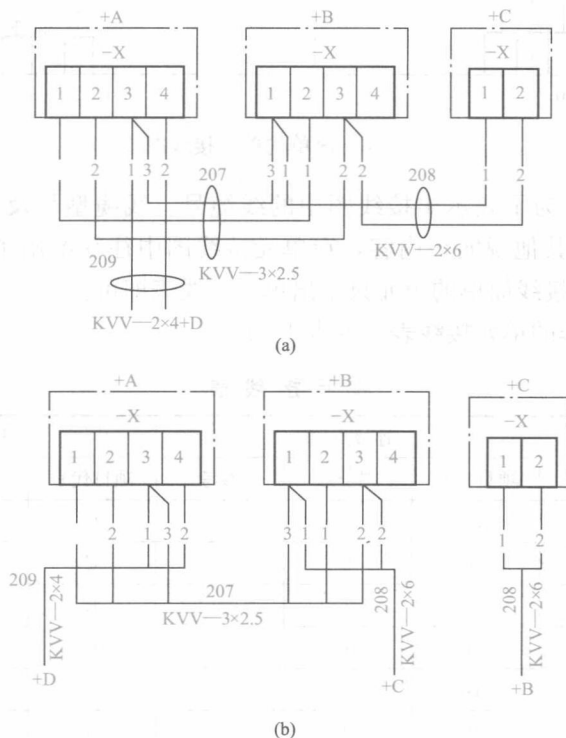

图 1-7 用连续线表示的互连线图
2) 图例。如图 1-7 (a) 所示，为用连续线表示的互连线图。
1) 图例。如图 1-7 (b) 所示与图 1-7 (a) 是同一用电装置的互连接线图。